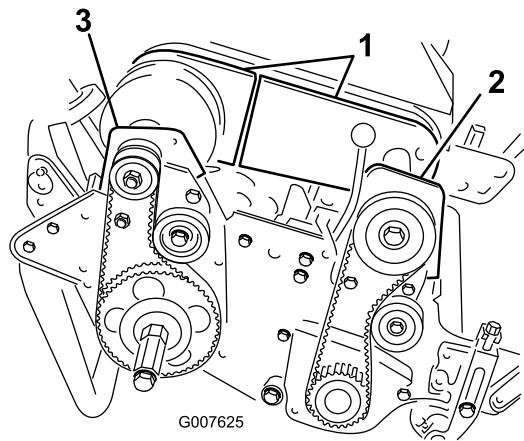

图43
4. 拧下将差速器罩的前后部分固定到差速器壳体的螺栓将差速器罩滑开露出皮带 图43。
6. 卸下将前离合器壳体固定到侧板上的 2 个螺栓和 2 锁紧螺母 图43。
8. 卸下将右后轴承座固定到侧板上的 2 个螺栓和锁紧螺母 图43。